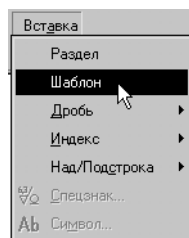

Рис. 35.5.
3.4. Вызовите команду **Вставка — Шаблон** (рис. 35.5).